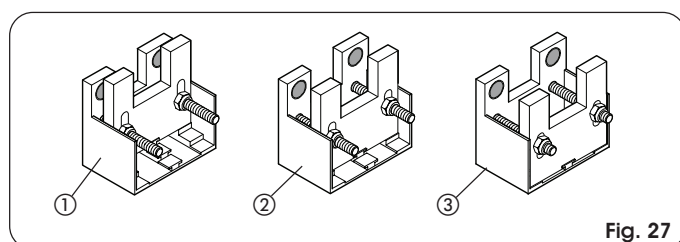

Fig. 27
- 1) Crémaillère zinguée 30x6 module 4 (Fig. 27 - Réf. ①)
- 2) Crémaillère zinguée 30x12 module 4 (Fig. 27 - Réf. ②)
- 3) Crémaillère en nylon renforcé 30x20 module 4 (Fig. 27 - Réf. ③)